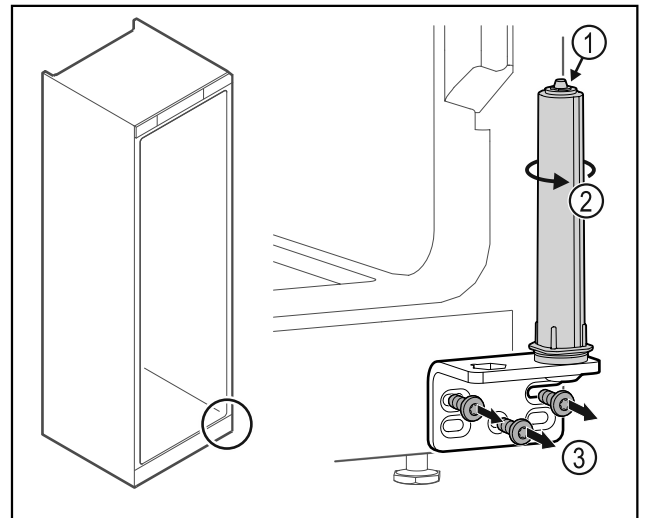

Fig. 33
- Deursluitsysteem Fig. 33 (1) niet uit elkaar halen.
- Sluitsysteem Fig. 33 (2) draaien tot het klikt.
- Scharnierhoek losschroeven Fig. 33 (3).